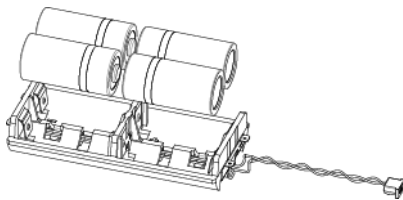

Figura 11
3. Inserire le nuove batterie prestando attenzione alla polarità (vedi Figura 11).